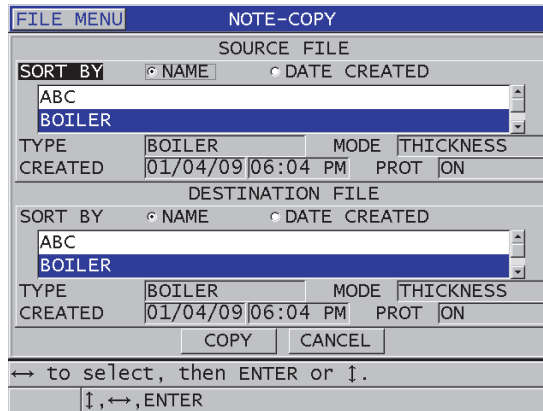

Abbildung 11-25 Kopie der Notiztabelle von einer Datei zu einer anderen
3. Im Fenster **NOTIZ-KOPIE** (siehe Abbildung 11-25 auf Seite 227):